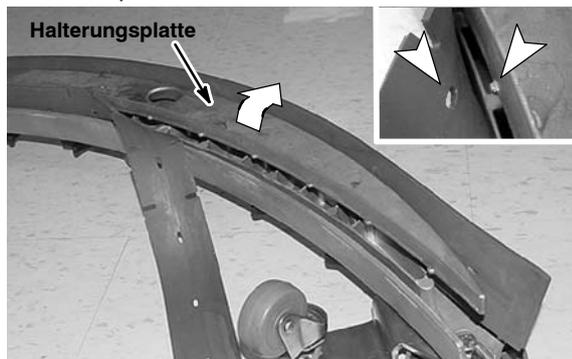

ABB. 60
- Entfernen Sie zum Auswechseln des vorderen Blattes das hintere Band und lösen Sie die vier Knöpfe der Wischgummi-Einheit vollständig aber entfernen Sie die Knöpfe nicht. Heben Sie die Halterungsplatte an und kippen Sie diese, um an das vordere Blatt zu gelangen (Abbildung 60). Wenden Sie das vordere Blatt auf eine neue Wischkante und bringen Sie die Halterungsplatte wieder an. Achten Sie darauf, dass die Stifte der Halterungsplatte in die Wischblattschlitzte fallen. Bringen Sie das Band wieder an und ziehen Sie die Knöpfe wieder an.